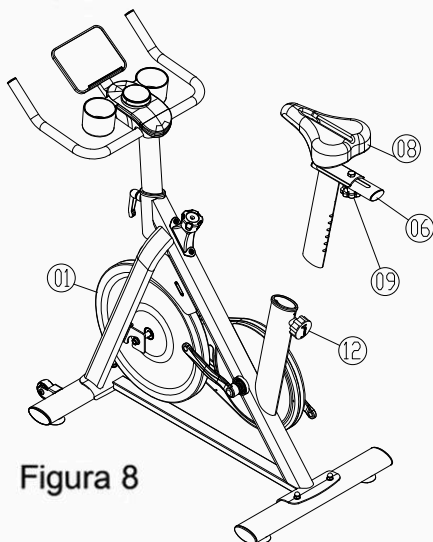

Figura 8
8. Deslize o assento pré-montado (Peças 06/08/09) para dentro da Estrutura Principal (Peça 01), conforme mostrado na Figura 8.